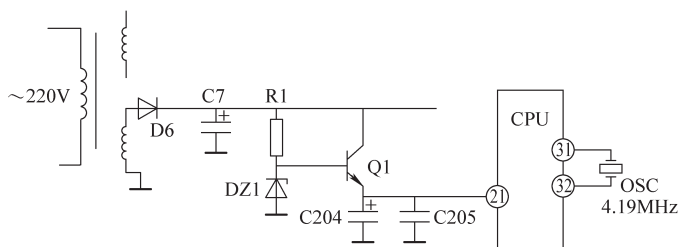

图 6-17 故障微波炉 +5V 稳压电路
检查 CPU 工作条件，电路如图 6-17 所示。测量 CPU 的⑫脚 +5V 电源，最高为 4.1V，有时下降到 3.5V，甚至下降到 1.8V，微波炉状态不随电压下降而变化，显然故障与 +5V 电源有关。